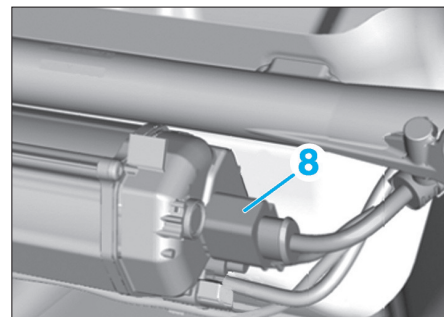

Fig. 19
- Déposer les vis (7) de fixation du berceau.
- Débrancher le connecteur électrique (8) du boîtier de direction (Fig.19).